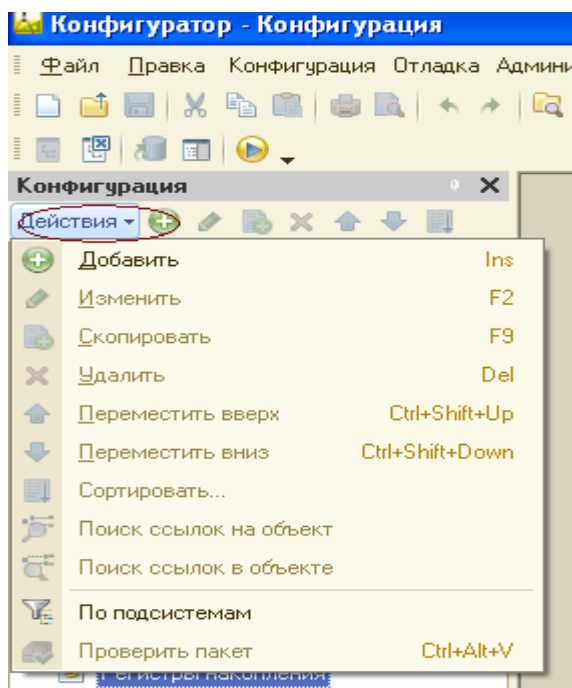

Рисунок 10
*Первый способ.* Необходимо установить курсор на ту ветку объектов конфигурации, которая вас интересует, и в командной панели окна конфигурации нажать кнопку **Действия ► Добавить** (рис. 10).